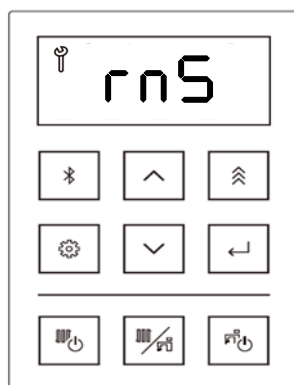

Figure 130
10. Après 60 minutes de rinçage, l'écran affiche « rnS » (rinçage) (figure 130) et un signal sonore retentit.